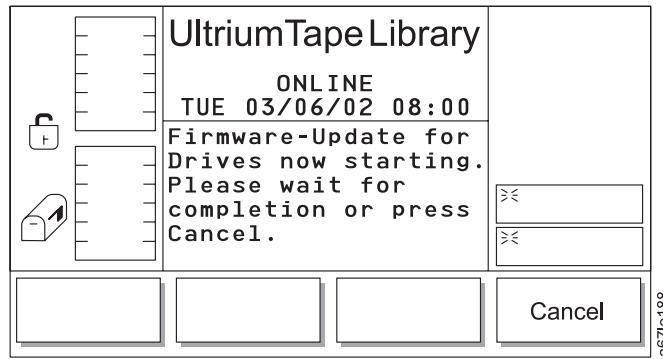

Abbildung 74. Dialog für Firmware-Aktualisierung
6. Ist die Auswahl der Laufwerke abgeschlossen, wählen Sie **OK** aus. Der Dialog für Firmware-Aktualisierung erscheint (siehe Abb. 74).
Tabelle 24. Übersetzung von Abb. 74 auf Seite 94, Dialog für Firmware-Aktualisierung